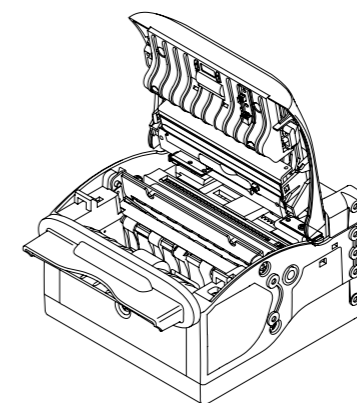

Рисунок 8.6. Чековый принтер с поднятой крышкой
4. Поднять крышку принтера до максимального положения (рис. 8.6).